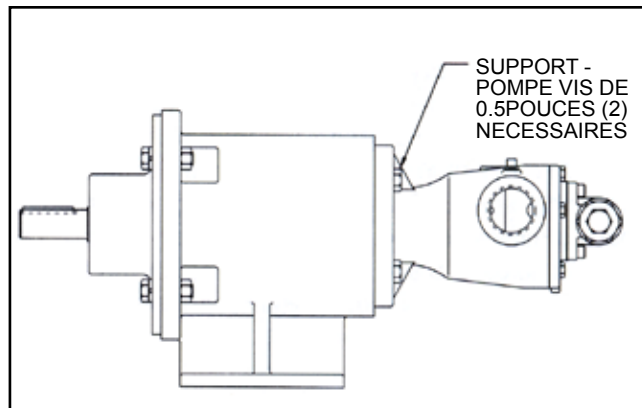

FIGURE 15
1. Retirez la canalisation des orifices et retirez les vis qui maintiennent la pompe au support (Voir Figure 15). Soutenez la pompe avec un treuil roulant si possible.